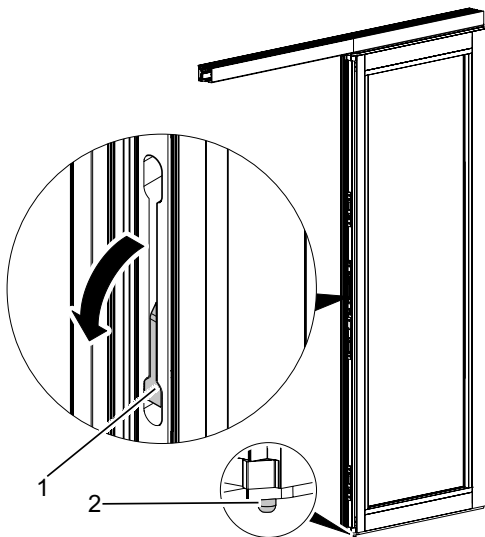

Abb. 7: Türkantriegel betätigen
2. Türkantriegel seitlich am Schiebeflügel nach unten bewegen (Abb. 7/1).
- ▶ Der Verriegelungsbolzen (Abb. 7/2) wird nach unten in die Exzenterbuchse gedrückt.